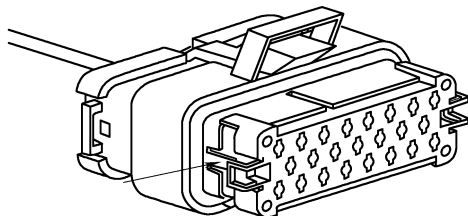

图 6-40 向内推锁销,使锁片打开
- ⑤ 更换完触点后,锁片必须位于锁定位置,向内推锁销,将其放开,如图 6-40 所示。